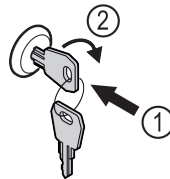

Fig. 158
- ▶ Вдавити ключ. Fig. 158 (1)
- ▶ Повернути ключ на 90° за годинниковою стрілкою. Fig. 158 (2)